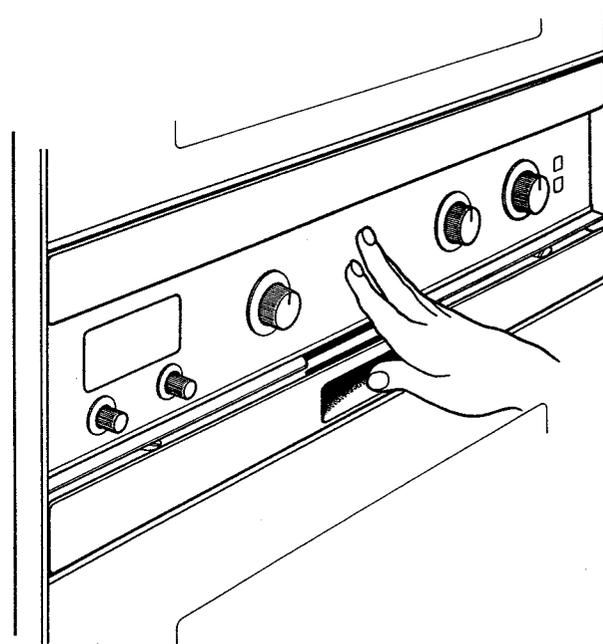

Fig. 3
To get the controls and the handles push the front panel A (fig. 3) till it stops. Push again to return it to the flat position. While the oven is on, the front panel must stay in the rear position in order to prevent excessive heating of the handles.
Pour avoir accès aux commandes et à la poignée pousser le bandeau A (Fig. 3) au centre jusqu'à son arrêt. Pour retourner dans la position primaire, pousser encore le bandeau.
Außen Betrieb weist der Ofen eine ganz flache Blende auf. Griff und Knöpfe kommen aus der Schalterblende nicht heraus. Um die Steuerungselemente und den Griff zu geben, die Blende (A) auf das mittlere Gebiet bis zum Stillstand drücken (Abb. 3). Um die Blende zur flachen Stellung zu bringen, drücken Sie wieder. Beim Ofen-Betrieb muss die Blende zurückgesetzt bleiben, um übermäßige Erhitzungen des Griffes zu vermeiden.
Per accedere agli organi di comando e alle maniglie, spingere, nella zona centrale, il frontalino (A) (Fig. 3) fino all'arresto. Per riportare il frontalino nella zona di riposo basta ripetere l'operazione. Durante il funzionamento del forno il frontalino deve rimanere in posizione arretrata per evitare eccessivi riscaldamenti delle maniglie.